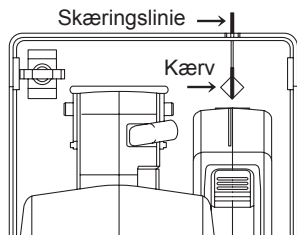

Fig. 7
1. Ret midten af skærepladen ind med din skærelinje. (Se Fig. 7)